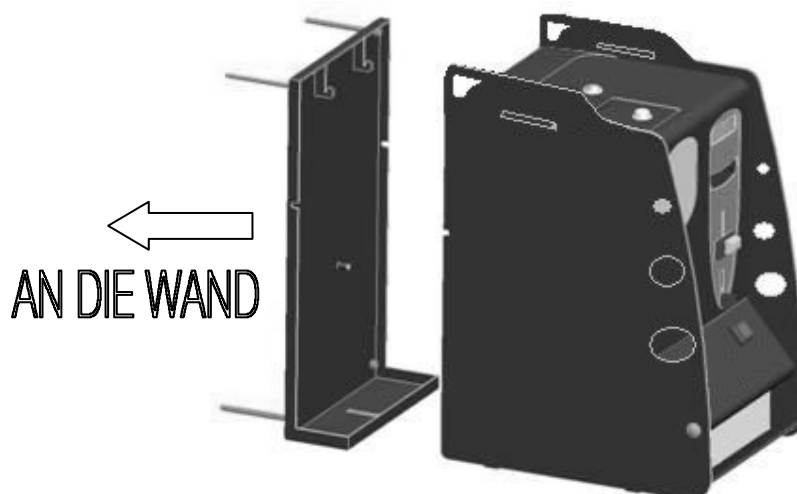

Abb. 5
- Die Halterung "Easy-Up" (Abb. 5) mit einem Schraubendreher an den vier Dübeln befestigen.